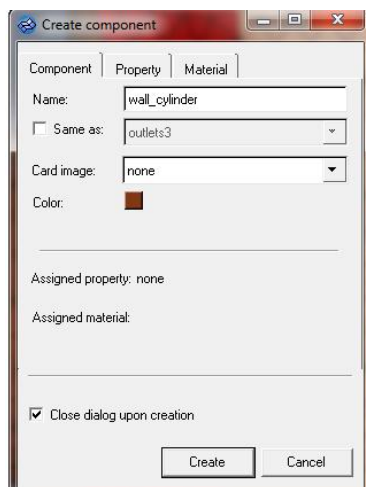

图 5-166 创建空组件
(6) 选择 BCs > Faces。
(7) 选择 fluid 组件后单击 find faces 按钮，所有的边界面网格将放置在 ^faces 组件中。
(8) 在 Model Browser 中，右击 Component 并选择 Create 命令。
(9) 输入 wall_exterior。将 Card image 设置为 none，单击 Create 按钮。
(10) 创建 3 个空组件，分别命名为 wall_cylinder、inlet_annulus 和 outlets3。组件创建窗口如图 5-166 所示。